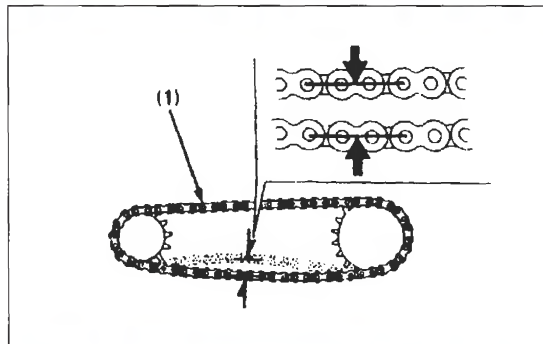

Bild 49
- Zum Prüfen des Kettendurchhangs Motorrad in Leerlauf schalten und so aufbocken, dass Hinterrad frei drehbar ist. Durchhang an mehreren Stellen prüfen, um Stelle mit straffster Kettenposition zu finden (Kette längt sich meist ungleichmässig). Durchhang an straffster Stelle muss unten mittig zwischen den Kettenrädern 15 – 20 mm betragen (Bild 49).